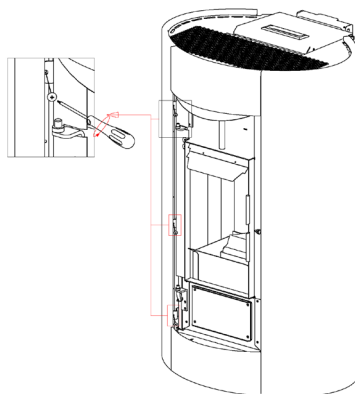
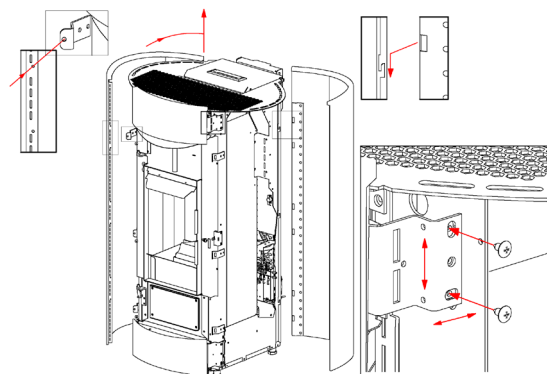

Fig. 55 - Einhakzähnen
Fig. 56 - Justierungen
- Der Wiedereinbau erfolgt in umgekehrter Reihenfolge, wobei die Möglichkeit besteht, die Vordereinsätze vertikal und horizontal zu regulieren, so dass sie mit den Seiten fluchten (siehe **Fig. 55 a pag. 27** und **Fig. 56 a pag. 27**).